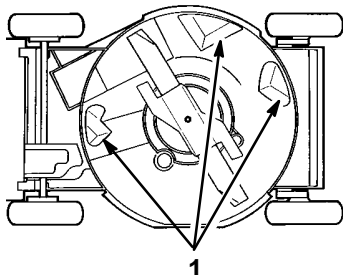

Figure 23
Pour préserver un fonctionnement optimal, le dessous du carter de tondeuse doit rester propre. Veiller particulièrement à ce que les plaques de déflexion ne soient pas couvertes de débris (Fig. 23).
3. Basculer la tondeuse sur le côté gauche (Fig. 23).